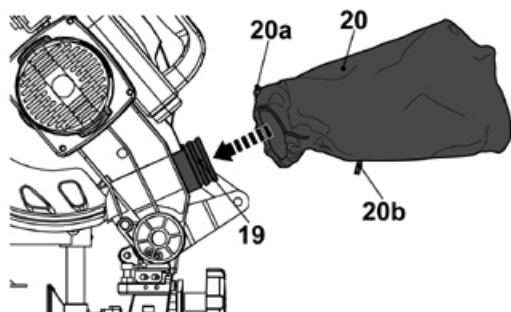

Fig. 4
- > Fixe o saco de recolha de pó (20) na saída de extração de pó (19) (Fig. 4). Assegure-se que o grampo de aperto (20a) do saco de recolha de pó assenta adequadamente em redor da saída de extração de pó.